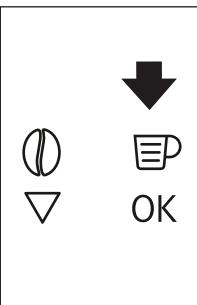
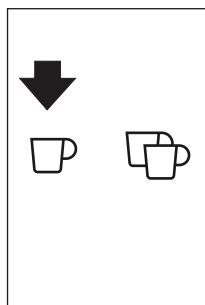
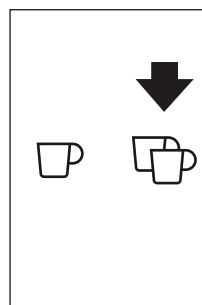

Fig. 18
Fig. 19
Fig. 20
- Prima o ícone (B5) (Fig. 18) para selecionar o tipo de café: expresso, chávena pequena, chávena média, chávena grande, caneca. Prima a tecla digital □ (B10) (Fig. 19) se quiser preparar um café e a tecla digital □□ (B11) (Fig. 20) se for preparar dois cafés. O aparelho moi então os grãos e começa a dispensar o café na chávena. Uma vez que a quantidade de café tiver sido dispensada, a máquina para automaticamente e expulsa a borra de café usado para o recipiente para borras de café.